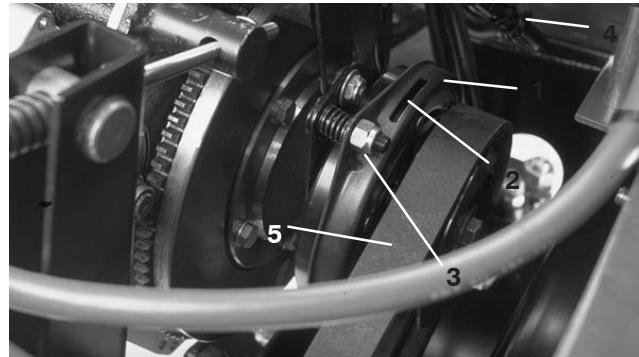

Bild 53
2. Ziehen Sie den Kupplungsstecker ab (Bild 53).
3. Stellen Sie den Abstand so ein, dass Sie eine 0,38-mm-Führerlehre mit leichtem Druck zwischen dem Kupplungsbelag und der Reibungsplatte einführen können (Bild 53). Diesen Abstand können Sie durch Drehen der Einstellmutter nach rechts einstellen (Bild 53). Der maximale Abstand beträgt 0,76 mm.